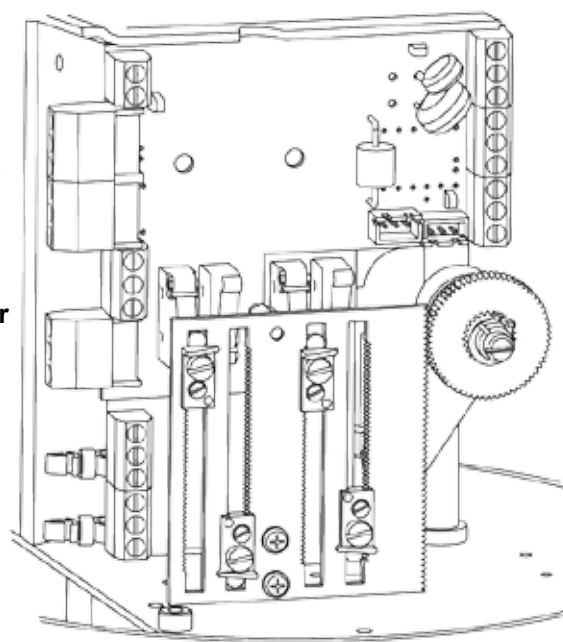

Fig. 22
- Remettez la carte du positionneur (Fig. 22)